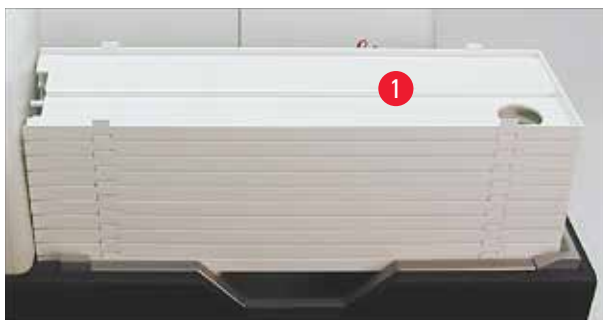

Abb. 39
1. Den Tablettstapel (→ "Abb. 39-1") auf den Hubtisch der Entnahmestation aufsetzen (→ "Abb. 39").